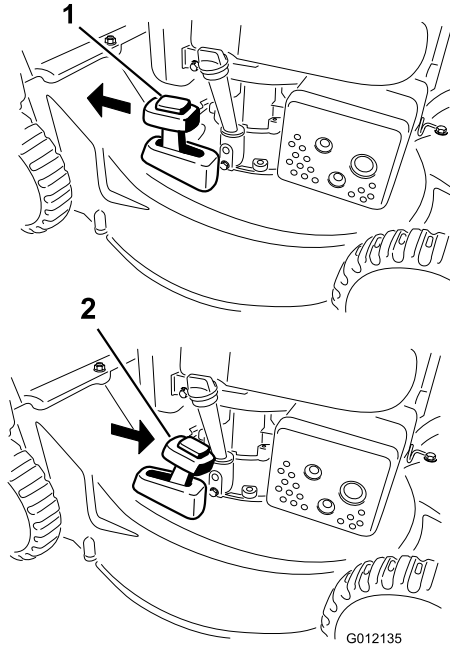

Figura 16
Para reciclar los recortes, mueva la palanca de ensacado a demanda al modo de **reciclado** (Figura 16).
2. Instale la bolsa de recogida; consulte Cómo retirar la bolsa de recogida (página 12) y mueva la palanca de ensacado a demanda al modo de **ensacado** (modelo 20836 solamente), como se muestra en Figura 16.
Nota: Si la bolsa de recogida está instalada en la máquina, retírela antes de proceder a la descarga lateral de los recortes; consulte Cómo retirar la bolsa de recogida (página 12). La palanca de ensacado a demanda debe estar en el modo de **ensacado** (modelo 20836 solamente), como se muestra en Figura 16.